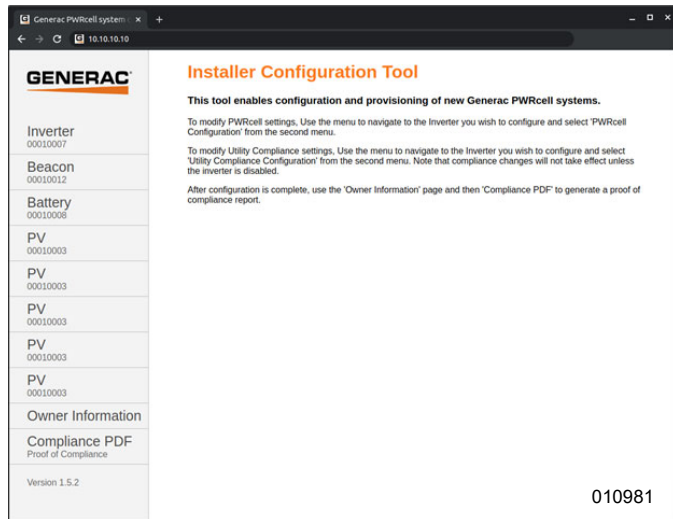

Figure 6-28. Outil de configuration des installateurs
5. Voir Figure 6-28. Ouvrir un navigateur web sur un téléphone ou un ordinateur portable et entrer l'URL 10.10.10.10 dans le navigateur. L'outil d'installation s'affiche dans le navigateur.